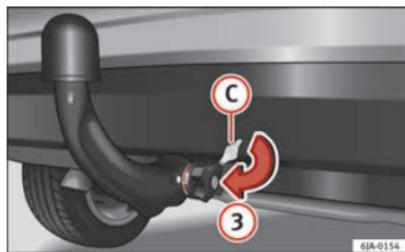

Fig. 118 Colocação da tampa da fechadura
- Feche com chave (B) a fechadura da roda manual rodando a chave para a direita até ao limite, no sentido da seta ① – a seta na chave indica o símbolo «fechadura fechada».
- Retira a chave no sentido da seta ②.
- Coloque a tampa (C) na fechadura da roda manual no sentido da seta ③ ⇒ Fig. 118.